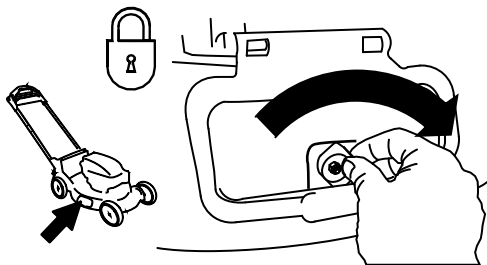

Рисунок 26
**Внимание:** Заблокируйте боковой дефлектор выброса после его закрытия (Рисунок 26).